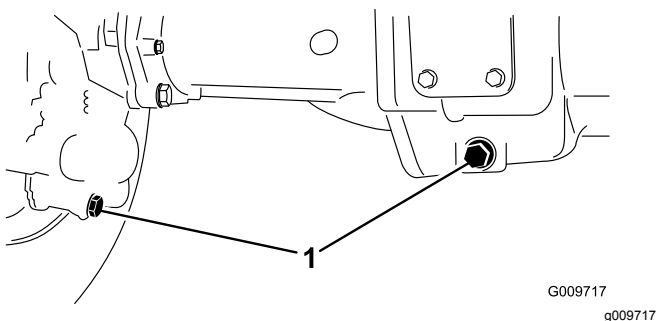

Figura 63
2. Pulite attorno ai 3 tappi di spurgo, 1 per lato ed 1 in centro (Figura 63).